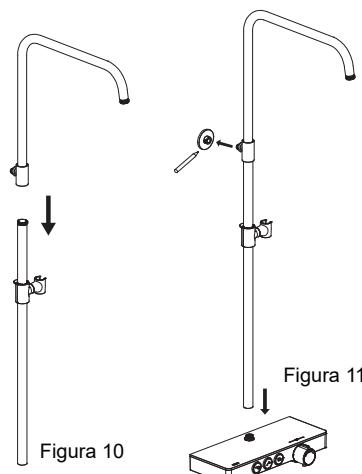

Figura 11
- b) Conecte el tubo del brazo superior al riel elevador (Figura 10). Conecte el riel elevador a la barra de ducha termostática y marque la posición del conector del tubo en la pared (figura 11).